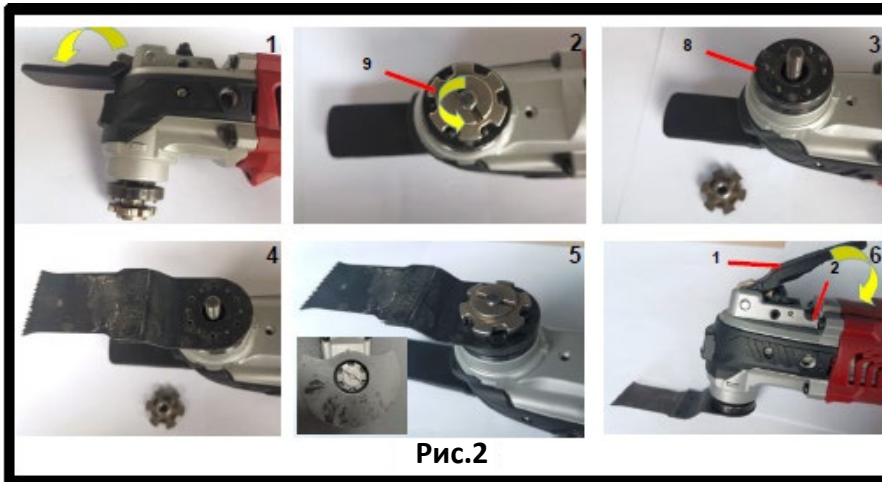
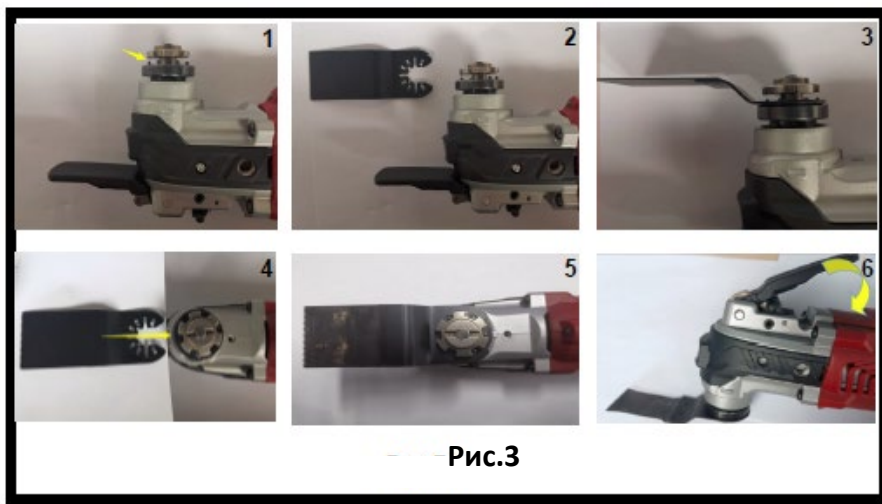

Рис.2
Рис.3
Установка насадок (Рис.1),(Рис. 2 и 3).
Для установки насадки необходимо переместить рычаг блокировки шпинделя (4) как показано на (Рис.1 и Рис.2), в результате (шпиндель) узел крепления насадок (Рис.3) (Рис.1 и Рис. 2) раздвинется для установки насадки.
-Для установки насадки с отверстием (закрытого типа) (рис.2) необходимо снять фиксирующую гайку (9), повернув ее против часовой стрелки, затем поместить аксессуар на фиксатор оснастки (8) и заверните фиксирующую гайку в исходное положение. Затем поверните фиксирующий рычаг (1) и соедините с фиксирующим кронштейном (2). **ПРИМЕЧАНИЕ:** Шлифовальная подошва с отверстием (закрытого типа) не может быть установлена на такой тип крепления из за особенности конструкции крепления, должна использоваться только шлифовальная подошва с разрезом (открытого типа).
-Для установки насадки с разрезом (открытого типа) (рис.1 и рис.3), вставьте насадку горизонтально и поместите ее на фиксатор оснастки (3). Затем поверните обратно фиксирующий рычаг (4) и соедините с фиксирующим кронштейном.